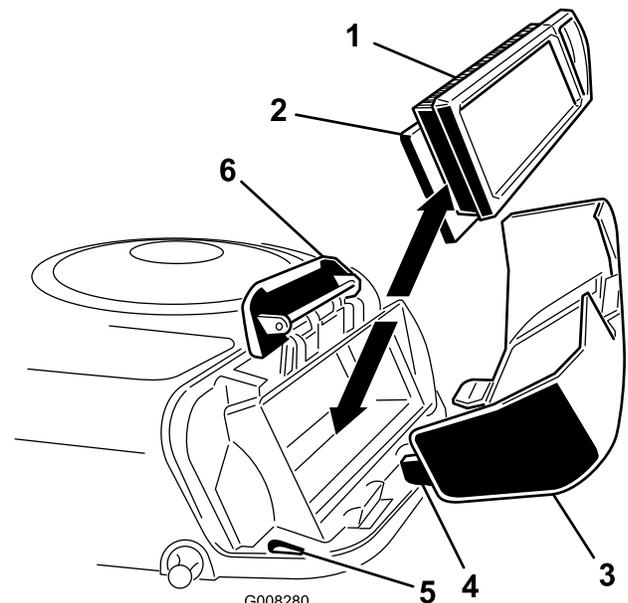

Figure 22
4. Sortez avec précaution les éléments en papier et en mousse du carter de ventilateur (Figure 22).